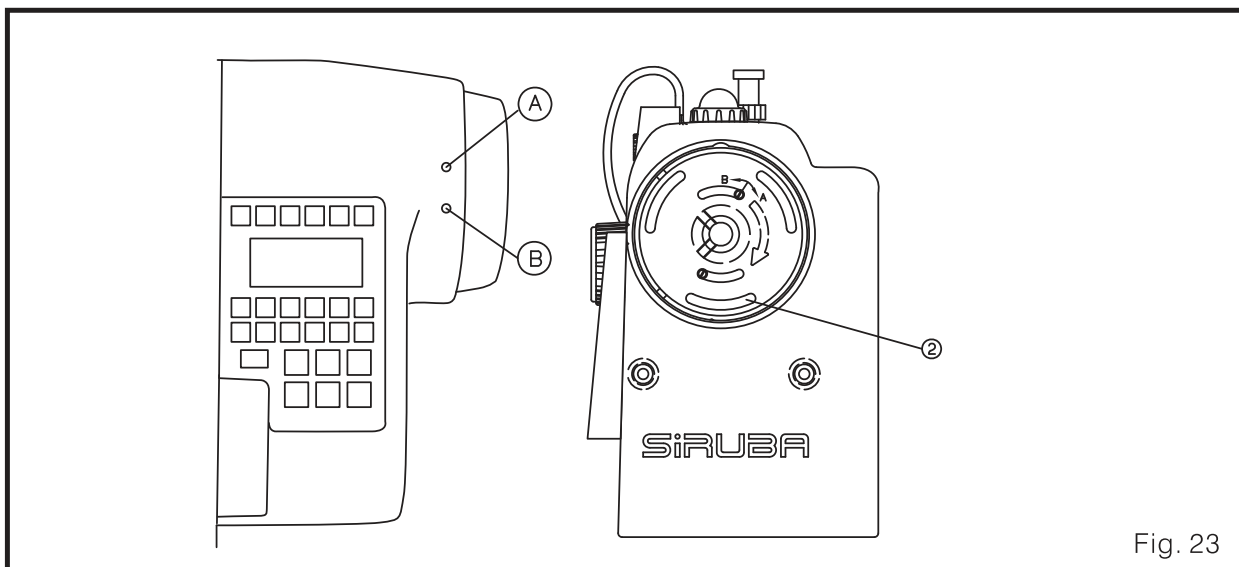

Fig. 23
1. Posição de parada da agulha "SUPERIOR" após o corte. (Fig. 23)